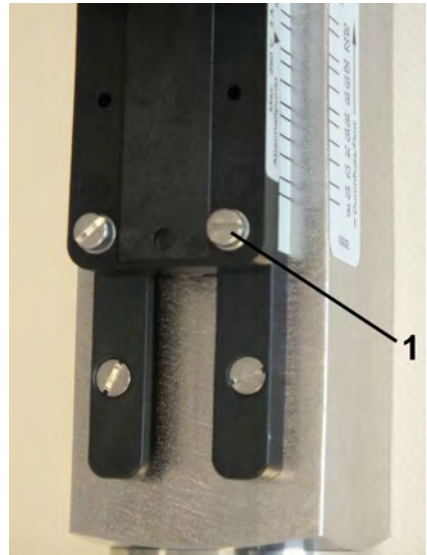

Abb. 32: Feststellschrauben lösen
1. Die Feststellschrauben des Schaltkontaktes (Abb. 32/1) mit einem Schlitzschraubendreher lösen.
3. Feststellschrauben des Schaltkontaktes (Abb. 32/1) mit einem Schlitzschraubendreher wieder anziehen. Dabei Schrauben-Anziedrehmoment beachten.